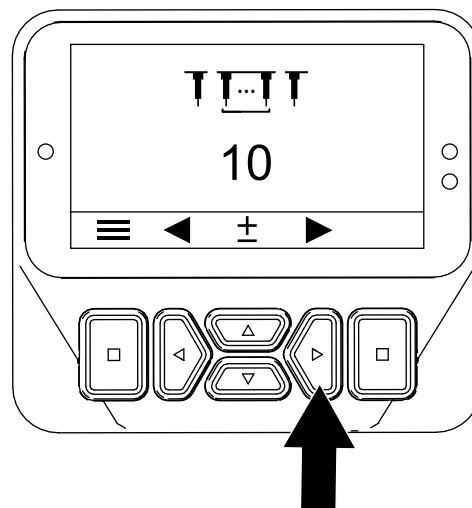

Figura 50
7. Pulse el botón derecho para mostrar la pantalla Setting the Tine Quantity (Ajuste de la cantidad de taladros) (Figura 50).